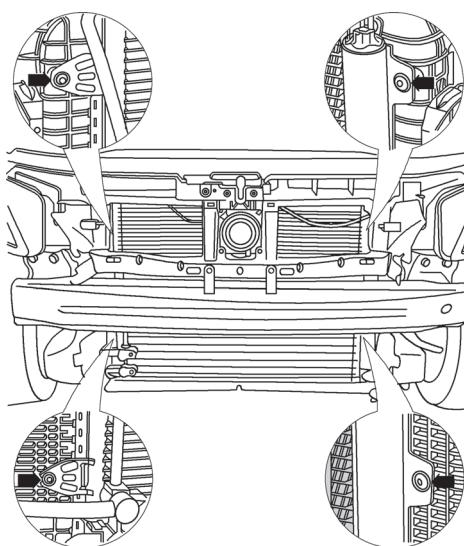

图 5-52 旋出螺钉
⑧旋出冷凝器与增压空气冷却器的螺钉（图 5-52 中箭头所示），取出冷凝器，封闭所有的管路接口。